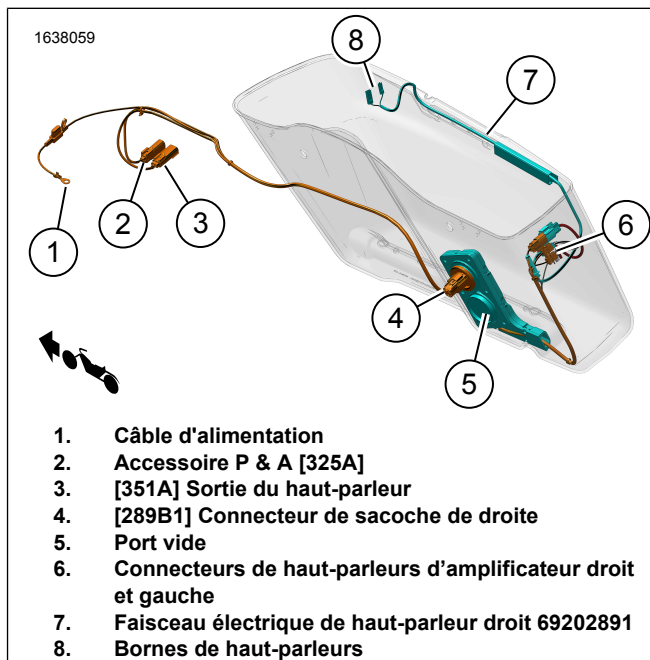

Figure 5. Acheminement du faisceau de la sacoche de droite
- g. Acheminez le faisceau électrique (5) par le trou du passe-fils.
- h. Installez le passe-fils (3) sur le faisceau électrique (5).
- i. Ajustez le passe-fils (3) au besoin et installez-le dans une sacoche.
13. Figure 5 Installez le faisceau électrique de haut-parleur droit.
- b. Figure 5 Acheminez le faisceau électrique (7) comme indiqué.